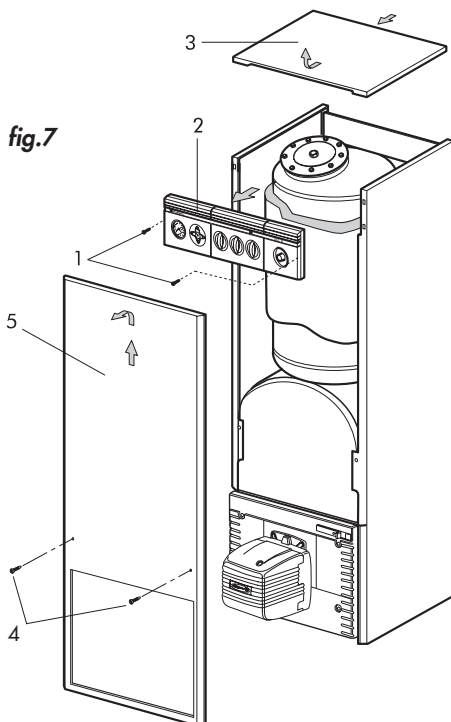

fig.7
- Desatornillen los tornillos **1** y quiten el panel **2** (Fig.7).
- Quitar la tapa **3** (Fig.7).
- Desatornillen los tornillos **4** Quitar el panel delantero **5** (fig.7).